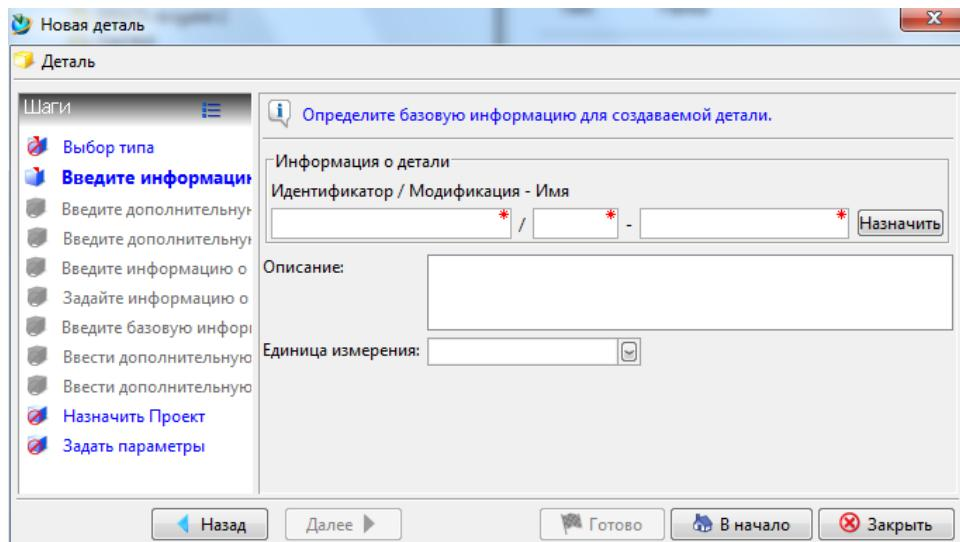

Рисунок 3 – Назначение имени детали
3. Создайте деталь: "Создать"→ "Деталь". На данном этапе необходимо назначить имя детали и ее идентификатор (рисунок 3).